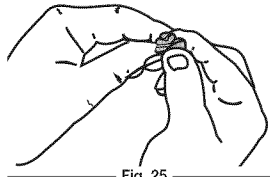

Fig. 25
- Pressez le filtre pour répartir et drainer l'excédent d'huile (Fig. 25).